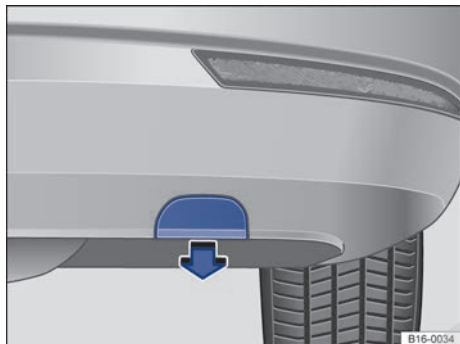

Fig. 203 En el lado derecho del paragolpes trasero: retirar la tapa.
- Desplace la tapa con cuidado hacia fuera en el sentido de la flecha → fig. 203. Es probable que tenga que emplear bastante fuerza.
- Introduzca la tapa en el paragolpes en el sentido contrario al de la flecha, hasta el tope → fig. 203.